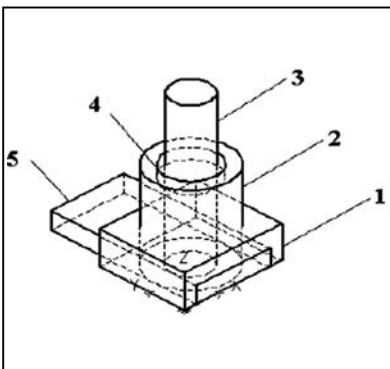

Рис. 5.13. Создание твердотельного примитива
7. Выполнить вычитание: «*Редактировать*» / «*Редактирование тела*» / «*Вычитание*» (рис. 5.13).